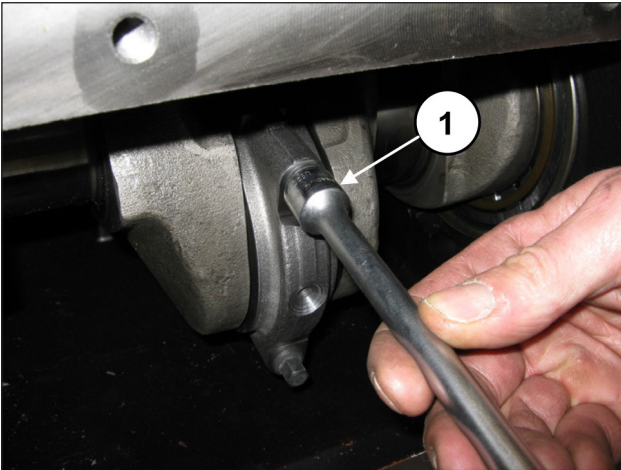

Abb. 17
Lösen Sie die Schrauben der Pleuelstange (Pos. ①, Abb. 17).